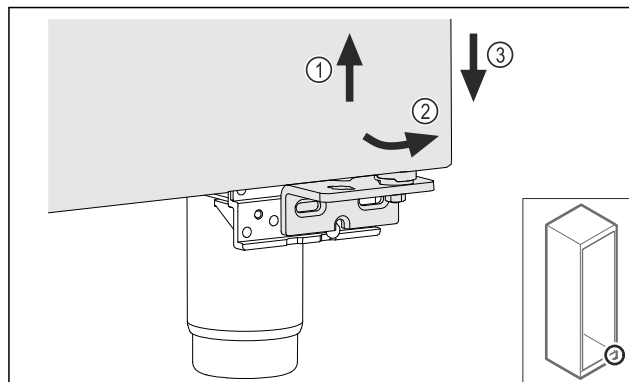

Fig. 24
- Vrata rahlo dvignite Fig. 24 (1) in jih spodaj nagnite Fig. 24 (2) ter spustite Fig. 24 (3).